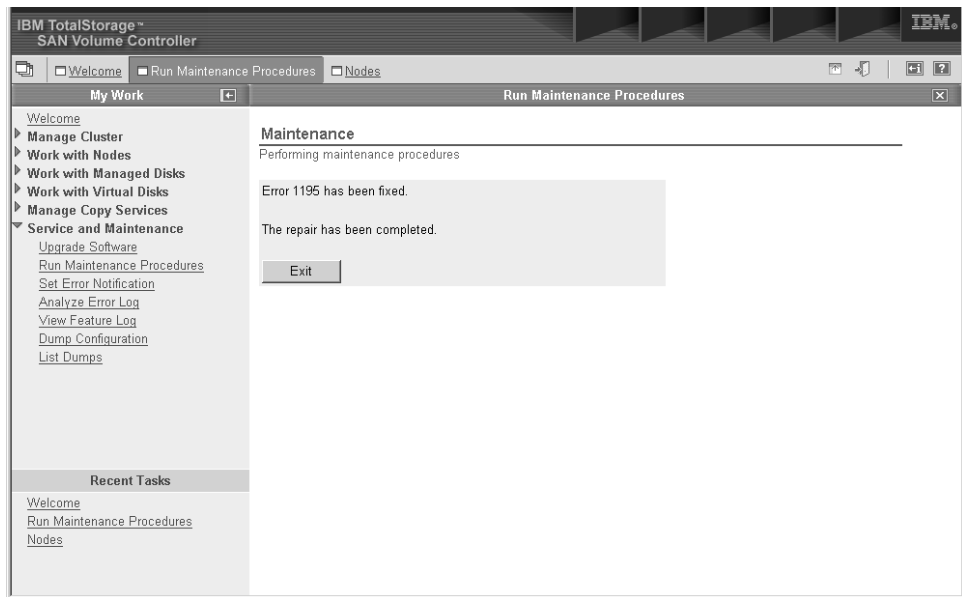

图 54. 修复完成时显示内容的示例
6. 单击 **OK** 把错误日志中的错误标记为已修正，以防止此错误实例再次被列出。此操作显示类似于图 54 中所示的消息，指示修复已完成。